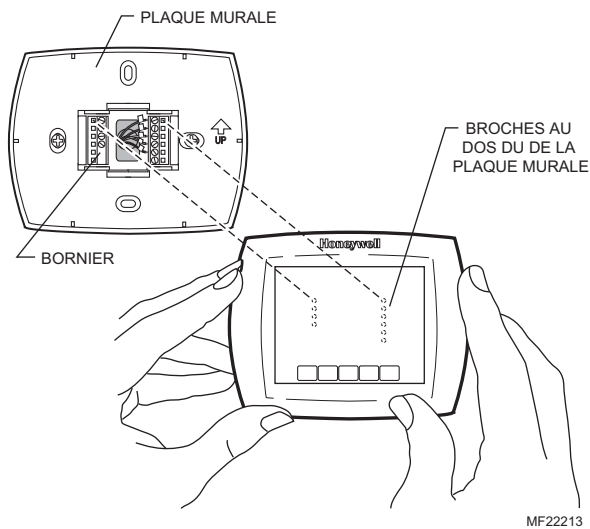

Fig. 24. Fixer le thermostat à la plaque murale.
- Faire correspondre le bornier avec les broches au dos de la plaque murale. Insérer le thermostat en droite ligne sur la plaque du thermostat jusqu'à ce qu'il soit en prise. Voir la Fig. 24.